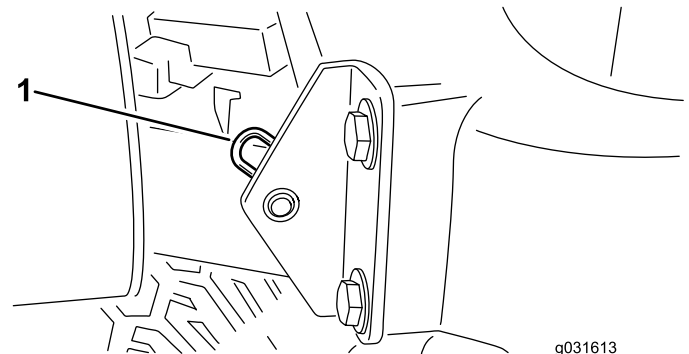

Figura 33
2. Retire el pasador que fija el pivote del capó a los soportes (Figura 33).